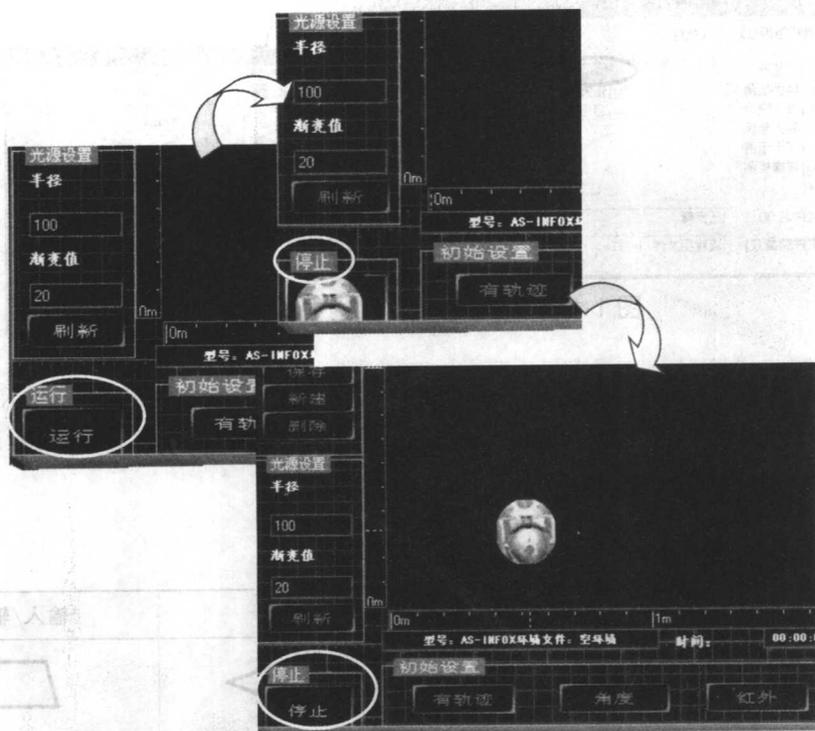

图 1-13
② 单击屏幕左下角的“运行”按钮，出现仿真机器人。机器人会随鼠标移动，就相当于机器人被“拿”起来了。仿真机器人移动到运行显示区后，单击一下鼠标，就相当于把机器人“放下”，机器人按“三步舞”程序的设计“跳舞”，如图 1-13 所示。